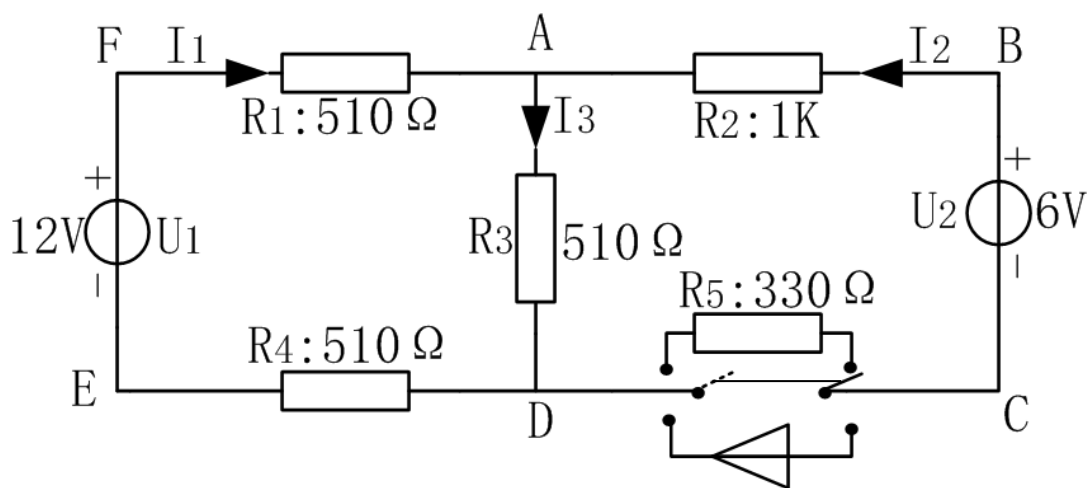

图 3-1
实验线路如图 3-1 所示：
- 1. 按图 3-1 ,  $U_1=12V$ （可以使用实验箱右上方 12V 电压源）， $U_2=6V$ (可以使用 12V 可调电压源)。